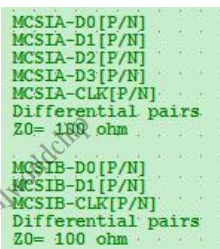

图 2-62 MIPI-CSI 信号走线阻抗要求
- 需在原理图中标注清楚 MIPI-CSI 信号线的走线阻抗要求，以便 PCB layout 设计，如图 2-62 所示：